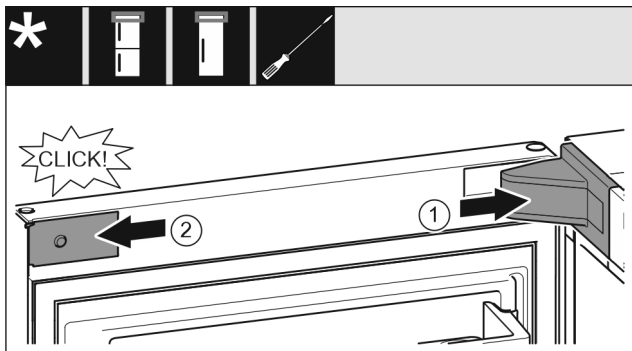

Fig. 21
- ▶ Założyć osłonę płytki zawiasu i zazębnić, ew. ostrożnie odsunąć. Fig. 21 (1)
- ▶ Założyć zaślepkę z boku i zazębnić. Fig. 21 (2)